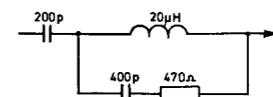

Fig. 16.
5.	$f = 1400 \text{ kHz}$ , 30% mod., via dummy ant. fig. 16.